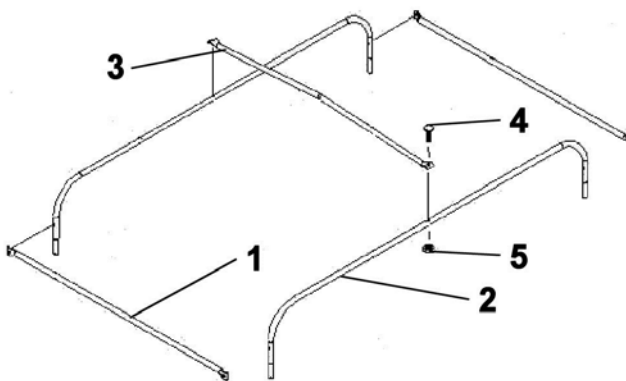

Figure 1
Assembler le dessus du châssis de la cabine en réunissant les tubes de liaison (fig.1, item 1) aux tubes de côté (item 2) avec quatre vis à machine #10 x 1". Attacher le tube de renforcement (item 3) (la portion plier vers le haut) directement au centre.